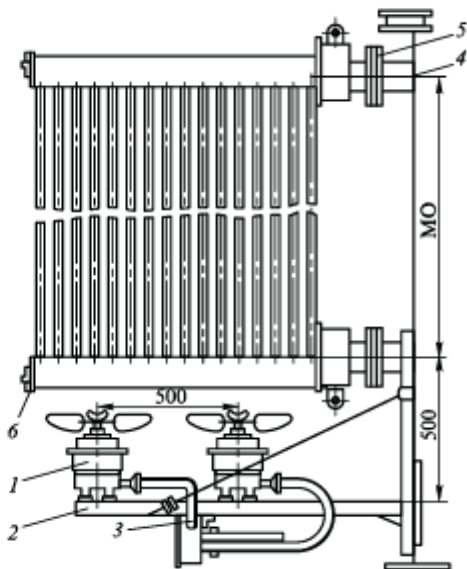

Рис. 13.20. Установка радиаторов и вентиляторов:
1. Устанавливают на трансформатор **кронштейны** для крепления вентиляторов и обдува радиатора, производят ревизию электродвигателя и крыльчатки, **устанавливают радиаторы** с вентиляторами, как показано на рис. 13.20.